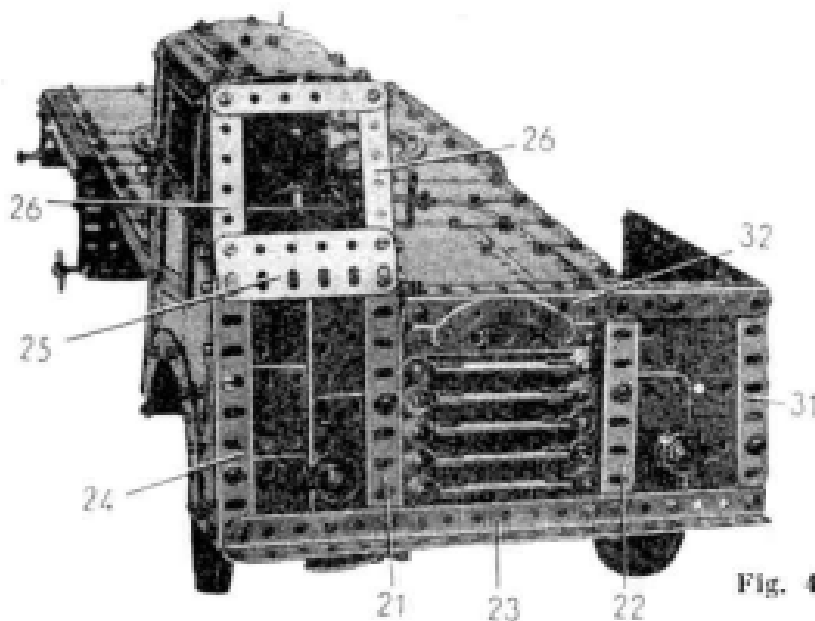

Fig. 4
Les longerons (1) portent respectivement à leur extrémité avant une cornière de 9 trous (21) et une cornière (22) composée d'une cornière de 7 trous et d'une de 3, qui se recouvrent sur deux trous (fig. 4). Une cornière de 18 trous (23) est boulonnée sur les cornières (21) et (22).